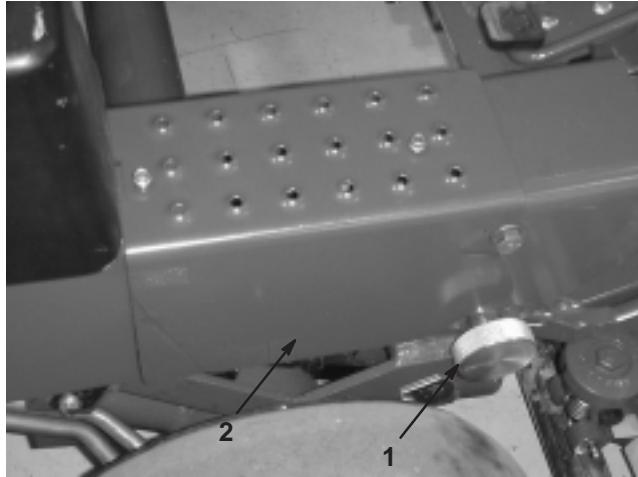

Bild 4
- Drehen Sie den Lenkarm in die aufrechte Stellung (Kerben). Befestigen Sie ihn mit dem Arretierknopf und dem Splint (Bild 4).
- Montieren Sie die rechte Trittplatte mit den zwei Blechschrauben am Chassis (Bild 4).